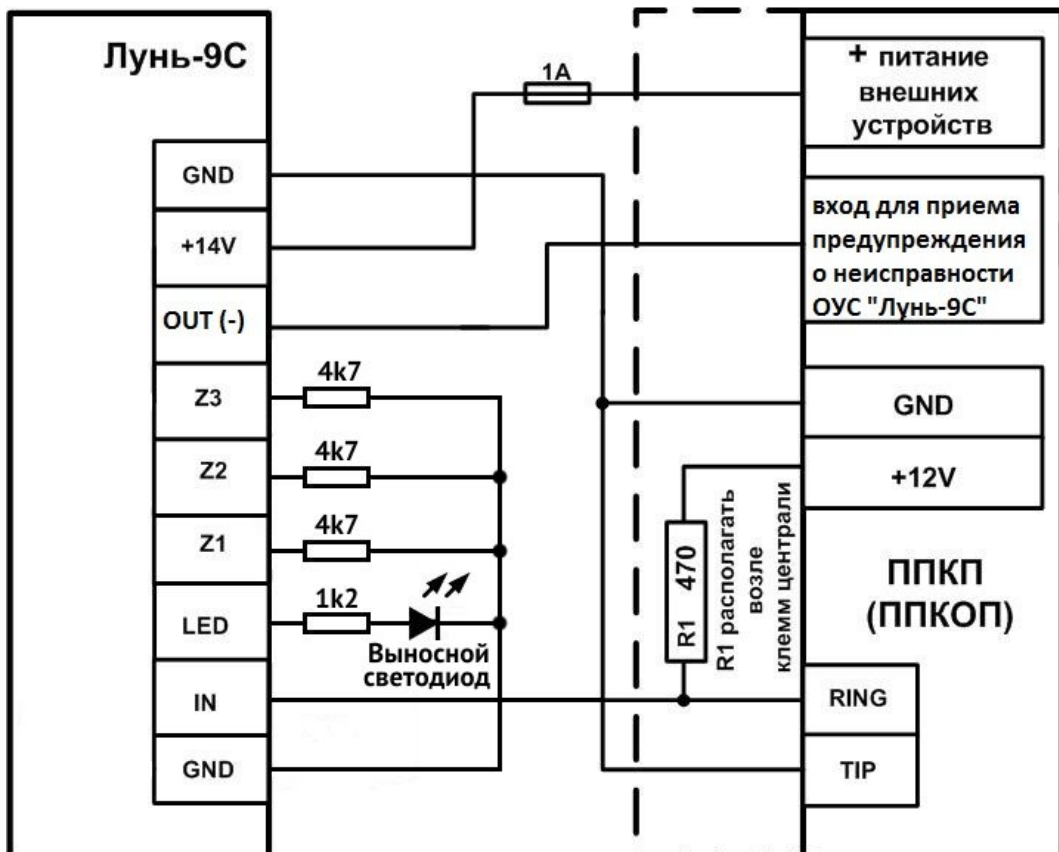

Рисунок 4. Схема подключения изделия к ППКП (ППКОП). Вариант 2
- Произвести оценку уровня сигнала базовой станции на месте установки. Связь должна быть устойчивой, голос при разговоре по телефону должен быть без эха и искажений. Если в месте установки ППКОП уровень сигнала недостаточен, то можно подключить выносную антенну. Для этого необходимо бокорезами перекусить резистор **R52** на плате ППКОП, возле разъема **X1** (рисунок 4). Затем следует подключить выносную антенну к разъему **X1** (тип разъема MMCX). Выносная антенна (с длиной кабеля 2,5м, 5м, 10м, 15м) поставляется по отдельному заказу;